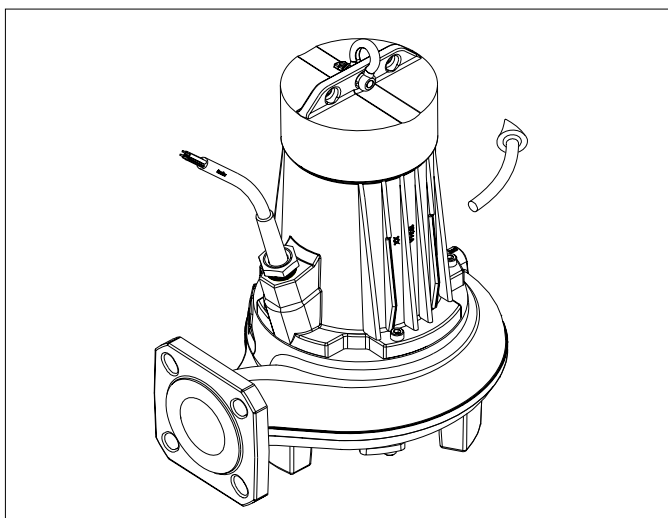

Fig. 5.3
2. Bij het starten zal de pomp een reactie geven tegengesteld aan de draairichting van de waaier. Bij verticale positie (zie Fig. 5.3), zal deze ruk tegen de wijzers van de klok ingaand (gezien vanaf de bovenzijde van de pomp).